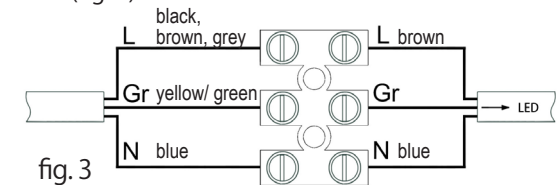

fig. 3
5. Connect the wires according the marks. (fig. 3).
5. Das Kabel lt. Kennzeichnung anschließen (Bild 3).